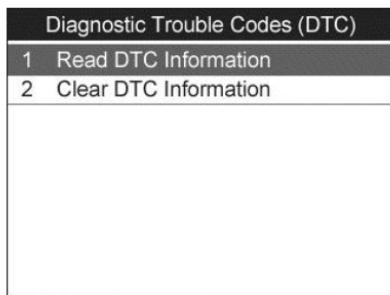

Figura 9.27
- 2) Use el botón de desplazamiento **ARRIBA/ABAJO** para seleccionar **Leer Información de DTC** y presione el botón **OK**. (Figura 9.27)
- 2) Use el botón de desplazamiento **ARRIBA/ABAJO** para seleccionar **Borrar Información de DTC** y presione el botón **OK**. (Figura 9.27)